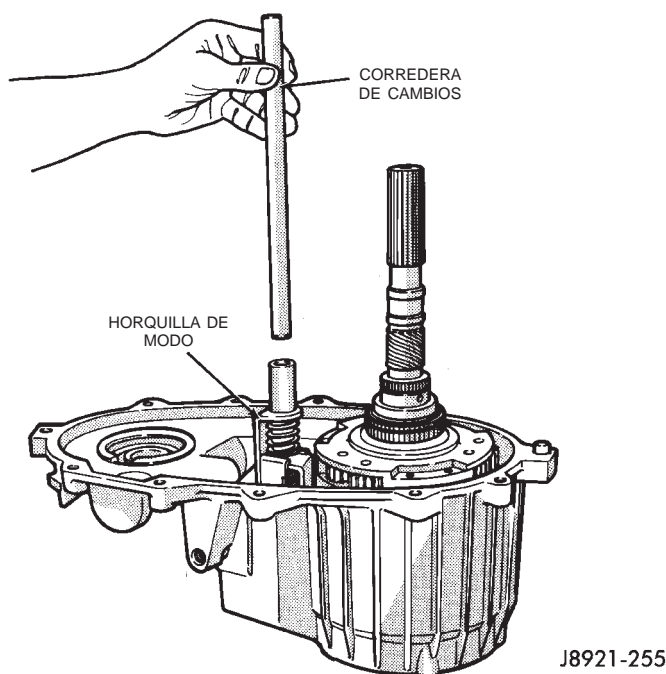
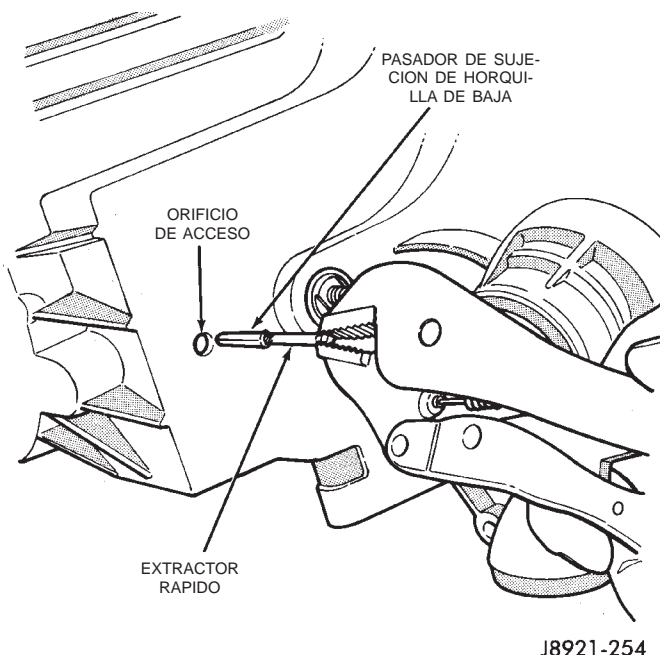

Fig. 80 Instalación de la corredera de cambios
Fig. 81 Instalación de pasador de sujeción de horquilla de baja
(18) Instale la corredera de cambios (Fig. 80). **Asegúrese de que la corredera se asiente en ambas horquillas de cambio.**
(19) Haga girar el sector de cambios para alinear el orificio del pasador de sujeción de la horquilla de baja con el orificio de acceso de la caja.
(20) Inserte un extractor rápido en el pasador de sujeción de la horquilla de posición, para fijarla firmemente durante la instalación (Fig. 81). **El pasador de sujeción es ligeramente ahusado en un extremo. Inserte el extremo ahusado en la horquilla y la corredera.**
(21) Inserte el pasador de sujeción a través del orificio de acceso y dentro de la horquilla de cambios (Fig. 81). A continuación, retire el extractor rápido y asiente el pasador con un punzón.